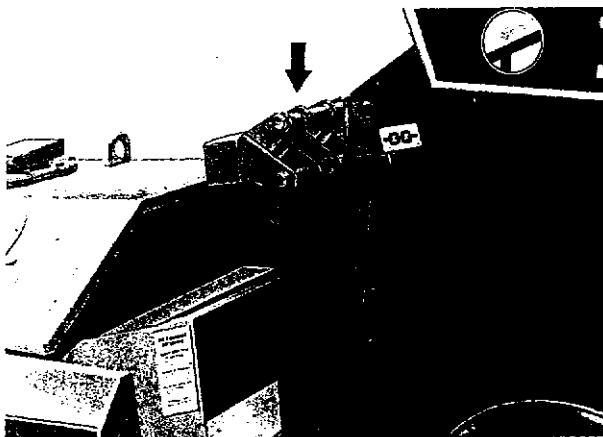

Bild 5
4.1.4. Konstruktiv bedingt ist der Mähvorsatz im Feldeinsatz außermittig vor dem Feldhäcksler angebaut (siehe Bild 5). **5**